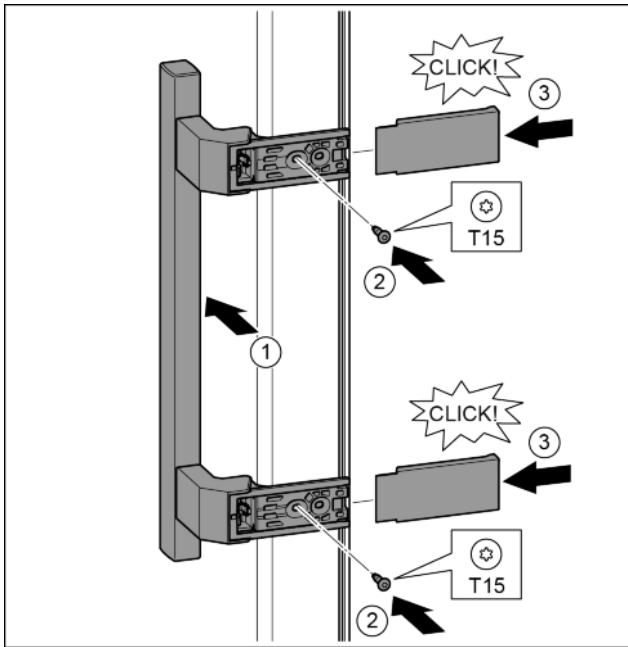

Fig. 17
- Установить ручку на противоположной стороне. Fig. 17 (1)
- Затянуть винты отверткой T15. Fig. 17 (2)
- Установить крышки сбоку и надвинуть. Fig. 17 (3)